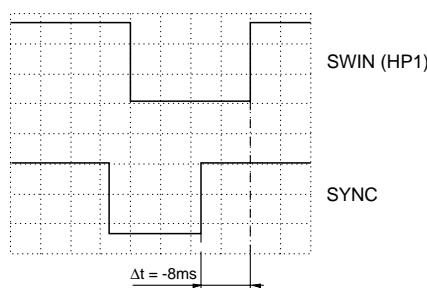

Fig. 23
- A l'aide des touches "+" / "-" régler l'intervalle de temps entre l'impulsion de commutation de têtes et le flanc ascendant de l'impulsion de synchronisation CTL à $\Delta t = -8ms$ (Fig. 23).
- Using the "+" / "-" buttons set the time interval between the head pulse and the rising edge of the CTL pulse to $\Delta t = -8ms$ (Fig. 23).